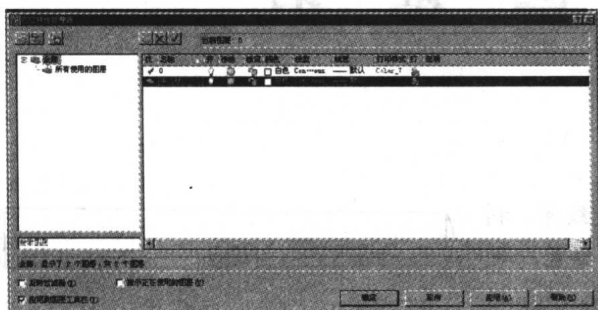

图 3-3 更改图层名
(2) 单击“新建图层”按钮创建一个新层, 把该层的名字由默认的“图层 1”改为“中心线”, 如图 3-3 所示。